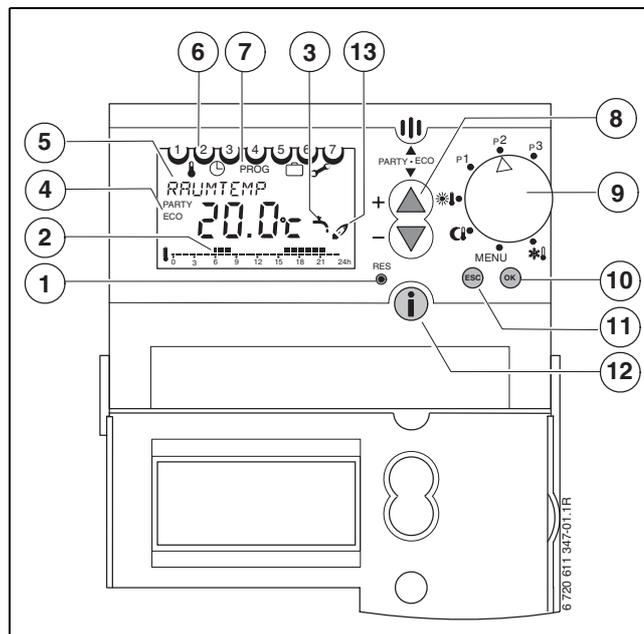

Fig. 33 Panoramica degli elementi di comando
- Posizionare il selettore impostazioni su **MENU** (vedi Fig. 33).